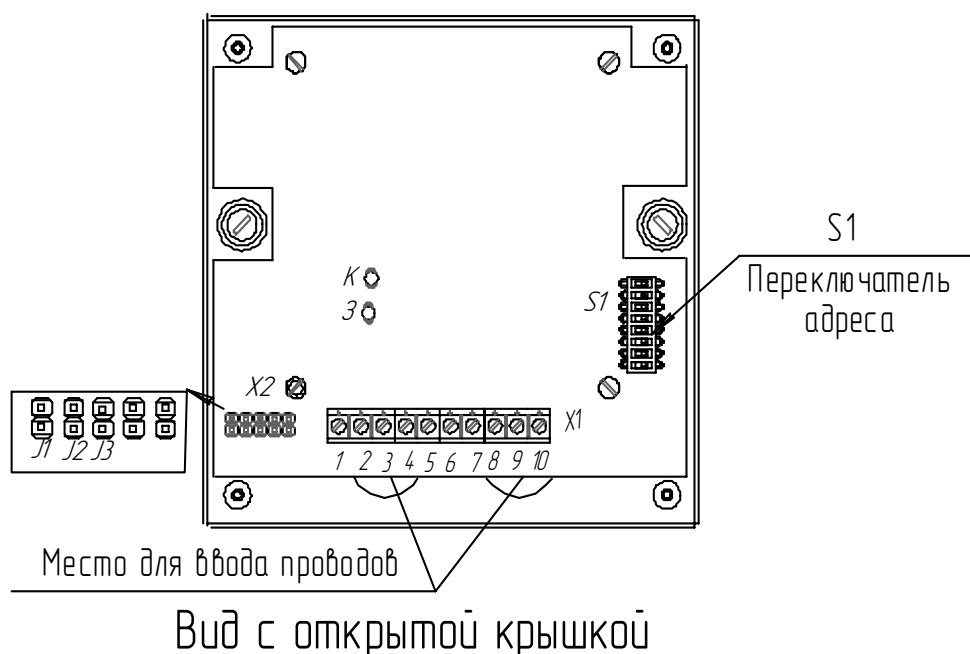

Рис. 9.5 Конструкция МАК-С.
3. Питание МАК-С производится от резервного блока питания напряжением 12 ± 2 В (в этом случае устанавливается джампер в поз. J2 на разъеме X2, Рис.9.5) - 4х-проводный режим. Допускается осуществлять питание МАК-С непосредственно от сигнальной линии ППКУП в двухпроводном режиме (в этом случае устанавливается джампер в поз. J1 на разъеме X2, Рис.9.5). Необходимо учитывать, что в этом случае подключение МАК-С эквивалентно подключению 50 извещателей типа ИПК 212/101 – 1. При питании от внешнего источника такое ограничение отсутствует.
4. В конце шлейфа сигнализации устанавливается оконечное устройство, состоящее из диода и резистора $1,5 \text{ кОм} \pm 1\%$. Параллельно нормально-замкнутым контактам тепловых извещателей должны быть подключены резисторы $1,5 \text{ кОм} \pm 1\%$ см. рис. 9.5а.
8. Необходимо учитывать, что ПИ в ШС должны располагаться в строгой последовательности: в начале ШС (ближе к МАК-С) подключаются дымовые пороговые извещатели, а затем извещатели с нормально-замкнутыми контактами, в противном случае контакты извещателей должны шунтироваться диодом. (Рис.9.5а)
9. Сброс тревоги в дымовых извещателях осуществляется от ЦУ путем нажатия клавиши А, при этом МАК-С формирует сигнал сброса на время 3с. При пуско-наладке может быть осуществлен ручной сброс дымовых извещателей в ШС (в этом случае на время более 3 с. устанавливается джампер в поз. J3 на разъеме X2, Рис.9.5а)
10. Конструктивно МАК - С показан на рис. 9.5. Схема внешних подключений приведена на рис. 9.5а.
Примечание: В случае, когда срабатывание одного теплового извещателя или ИПРА должно вызвать ситуацию «ПОЖАР», необходимо устанавливать параллельно этому извещателю резистор $R_p = 3 \text{ кОм} \pm 5\%$ (см. рис. 9.5а).